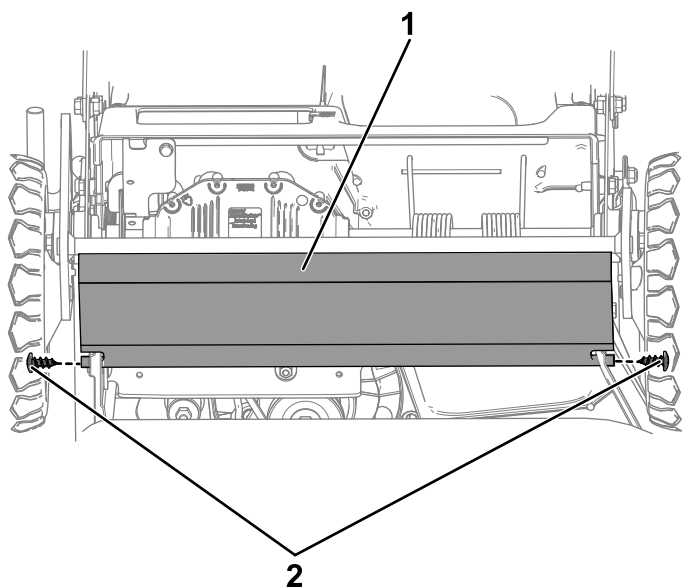

Bild 48
9. Entfernen Sie das hintere Schutzblech, indem Sie die beiden Befestigungsschrauben entfernen (Bild 48).